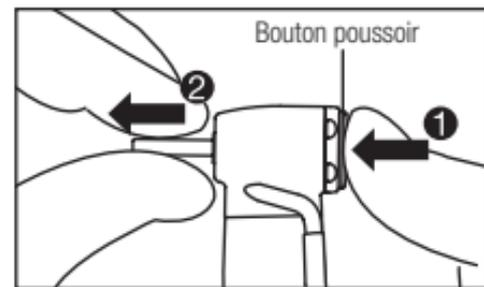

Fig. 4
Appuyez sur le bouton poussoir pour ouvrir le mandrin (❶) et retirez la fraise (❷) (Fig. 4).